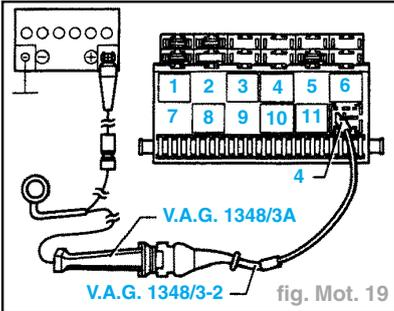

fig. Mot. 19
- Débrancher le relais de la pompe à carburant (**J17**) de la plaque porte-relais (emplacement de relais 12) (fig. Mot. 19).